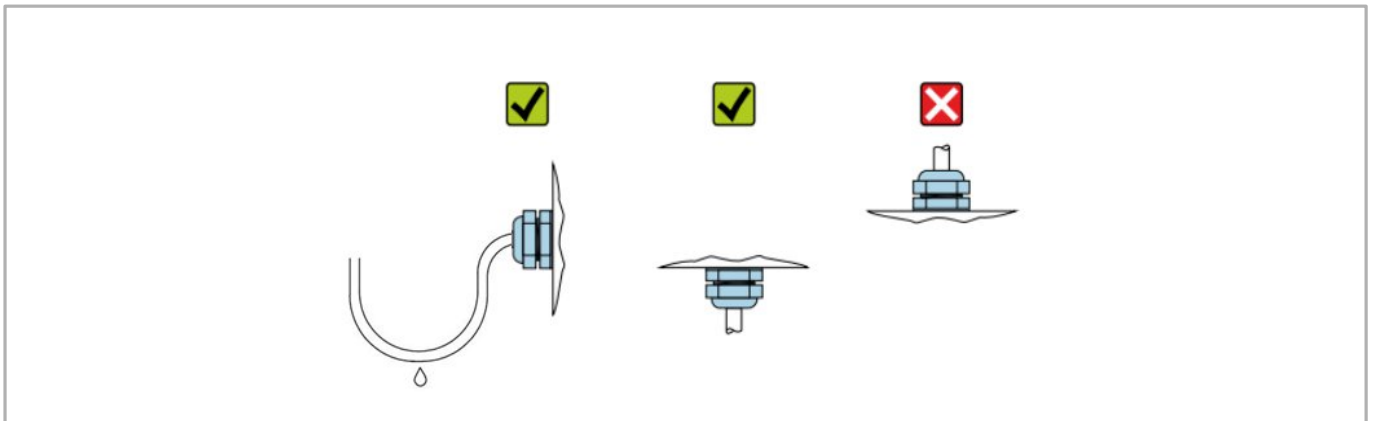

Рисунок 8 – Требования к расположению кабельного ввода
- перед вводом кабеля в кабельный ввод рекомендуется выполнить монтажную петлю или изгиб кабеля с целью дренирования конденсата (см. рисунок 8).